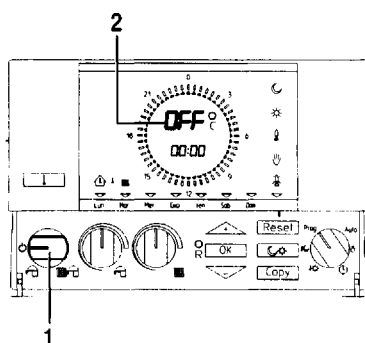

Fig. 9
- При установке ручки (рис. 9 поз. 1) в положение  пульт дистанционного управления дает команду на включение котла только когда температура в помещении опустится ниже  $+5^{\circ}\text{C}$ , обеспечивая защиту системы отопления от замерзания.
На дисплее (рис. 9 поз. 2) появляется надпись Off.